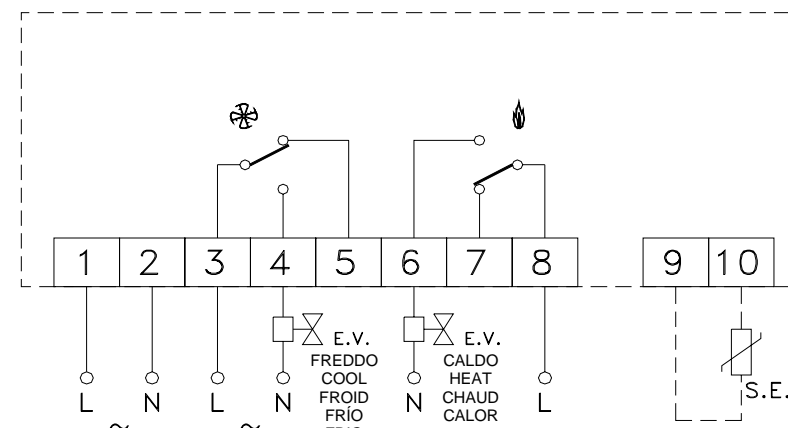

Fig. 6
3. Executar as conexões eléctricas seguindo o esquema da Fig. 6.
- Eseguire i collegamenti elettrici seguendo lo schema di Fig. 6.
- Make electrical wirings according to the diagram of Fig. 6.